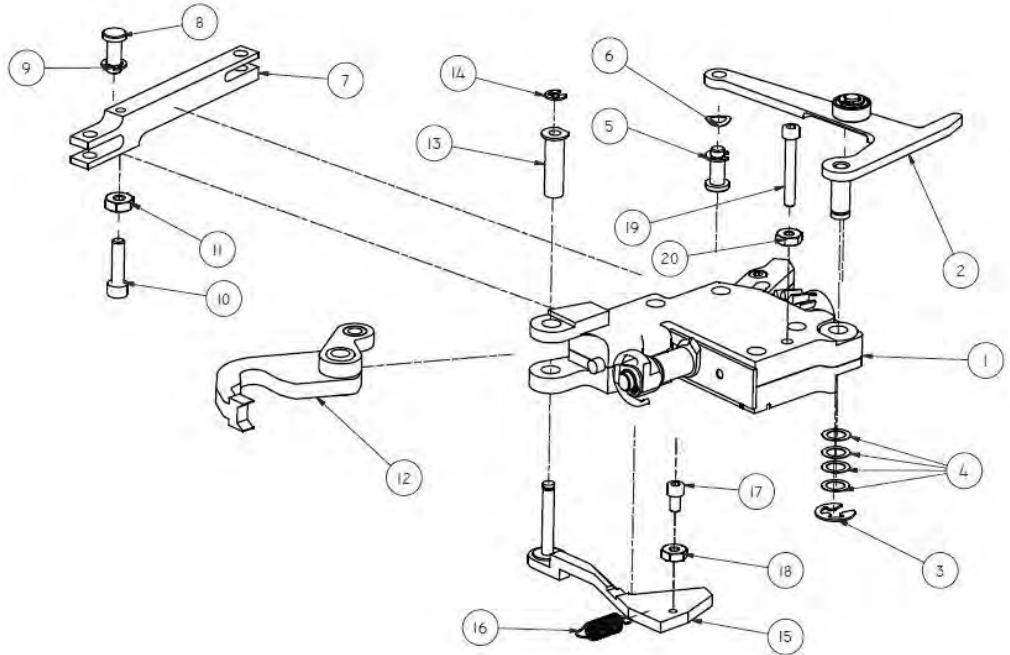
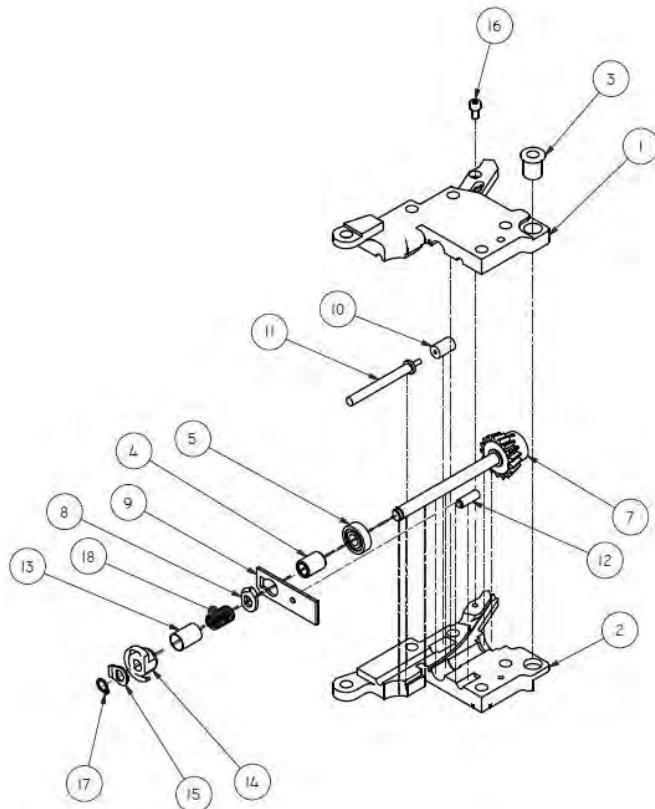

Figura 6.4.2 Retiro de la articulación del bloque de piñón
Figura 6.4.3 Conjunto del bloque de piñón
- 4.1. Para retirarlo, vea Conjunto del bloque de piñón (*Consulte la Figura 6.4.3*)
(Consulte la Figura 6.4.1, Figura 6.4.2, y Figura 6.4.3)
Articulaciones (Consulte la Figura 6.4.2)
Conjunto del bloque de piñón (*Consulte la Figura 6.4.3*)